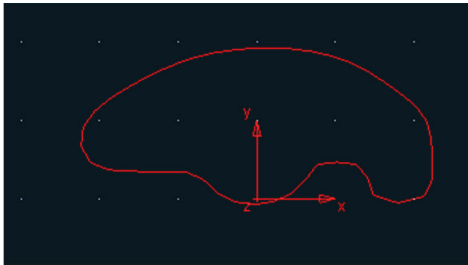

Figura 3.37 – Balancim
- Clique em OK. A geometria resultante está apresentada na Figura 3.37.